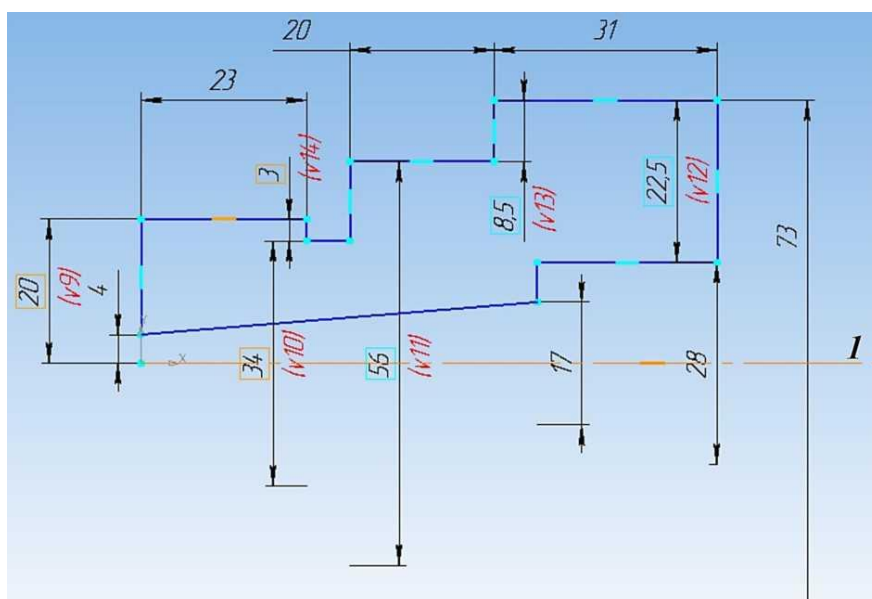

Рисунок 1
1. Нажимаем **Создать** (новый документ) → Деталь. Выбираем одну из плоскостей и нажимаем кнопку **Эскиз**. После чего вычерчиваем эскиз данной модели, рисунок 1. Ось симметрии **I** задается осевой линией. Для этого необходимо нажать на построенный отрезок и в появившемся окне свойств выбрать соответствующий тип. Также можно на **Панели свойств** построения отрезка заранее выбрать необходимый тип.